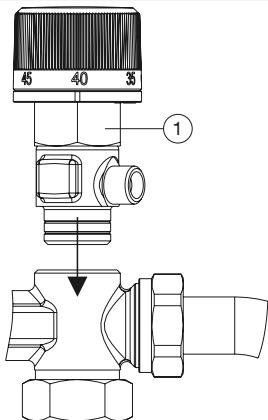

Fig. 4: Montage du robinet Regudis W-HTU/TU et Regudis W-HTF
7. Visser le robinet dans le distributeur (voir Fig. 4). Respecter l'orientation du robinet (le marquage blanc de la poignée manuelle doit être orienté vers l'avant). Visser le corps jusqu'à ce que le joint soit complètement recouvert par le corps, puis le raccordement est auto-étanche.
6. Visser le robinet dans le distributeur (voir Fig. 4). Respecter l'orientation du robinet (l'affichage 45° doit être orienté vers l'avant). Visser le corps jusqu'à ce que le joint soit complètement recouvert par le corps, puis le raccordement est auto-étanche (voir Fig. 7).